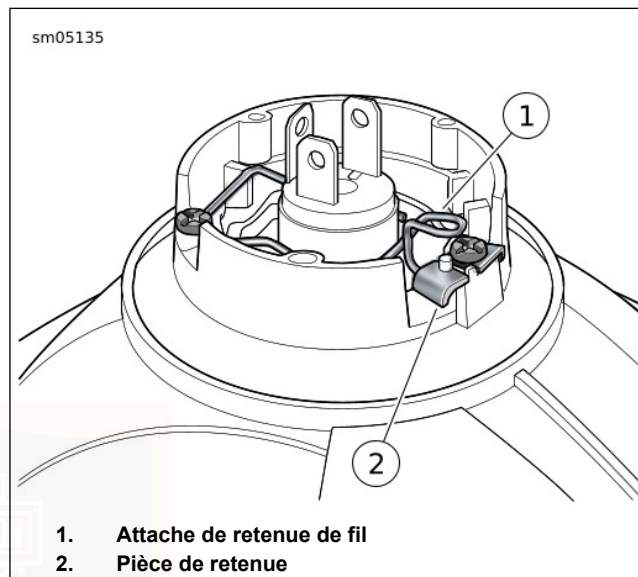

Figure 63. Attache de retenue de fil
3. Voir Figure 63. Détacher l'attache de retenue de fil (1) de la retenue (2). Pivoter l'attache de retenue de fil à l'écart.
6. Voir Figure 63. Tourner l'attache de retenue de fil (1) en position et la verrouiller sous la lèvre de la retenue (2).